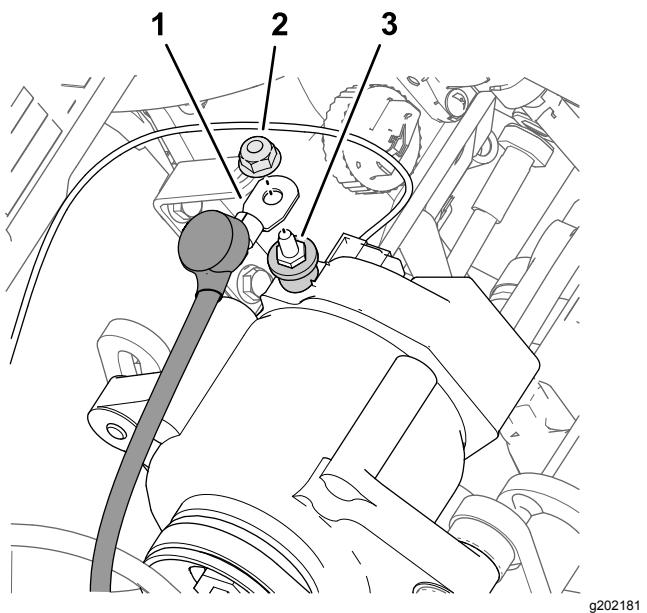

Figura 186
3. Rimuovete il dado dal polo terminale (Figura 186) dell'alternatore (50 A).
4. Montate il filo rosso, calibro 6 dell'alternatore sul polo terminale dell'alternatore (50 A) con il dado (Figura 186).
7. Tagliate la copertura isolante sul polo terminale dell'alternatore (Figura 186).